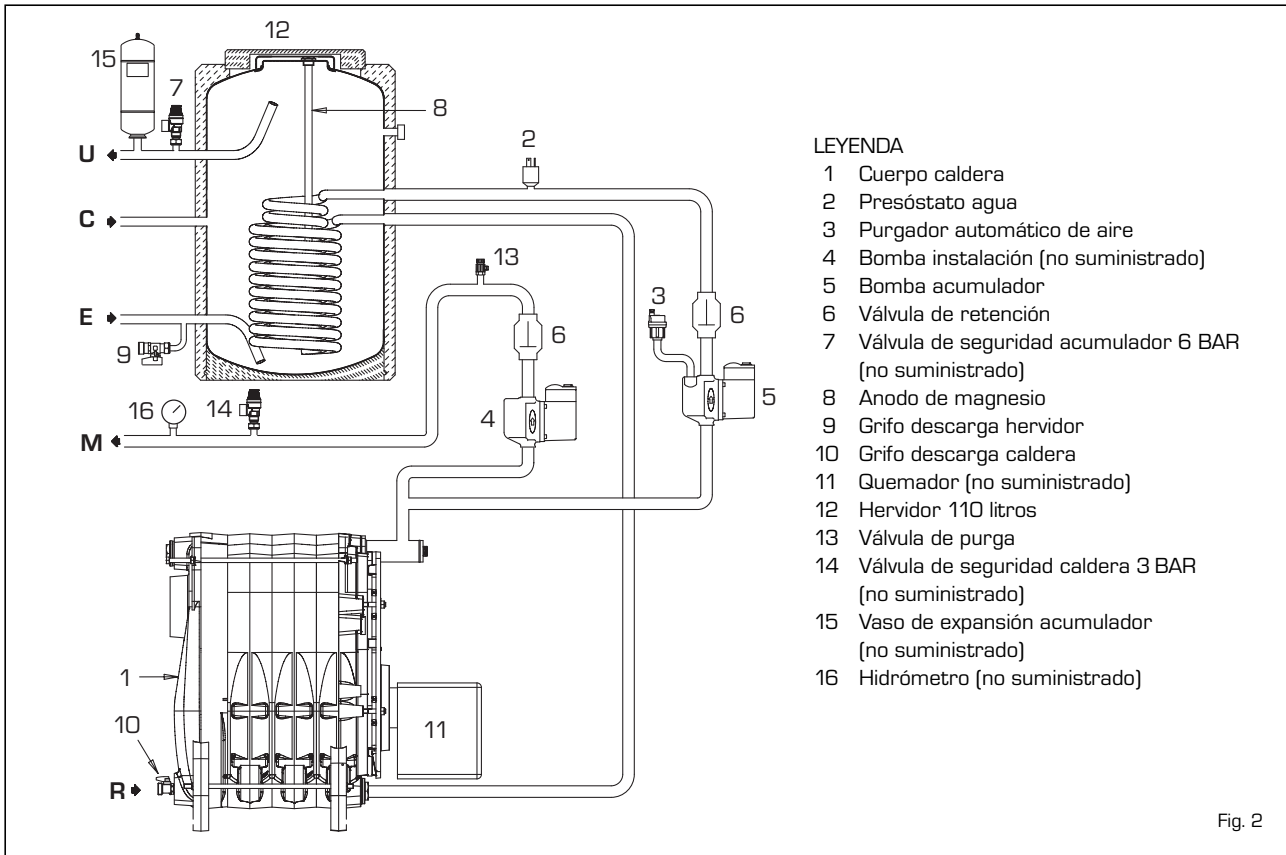

Fig. 2
2.3.1 Accesorios para instalar (fig. 2)